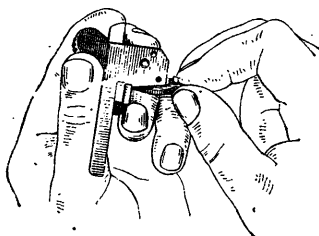

Рис. 81. Как вынуть шептало
**отделить шептало и разобщитель:** наложив большой палец левой руки на курок, а указательный на задние концы перьев, слегка отодвигая (взводя) курок, заточенной спичкой (палочкой) вытолкнуть ось шептала, вынуть шептало и разобщитель из колодки (рис. 81);